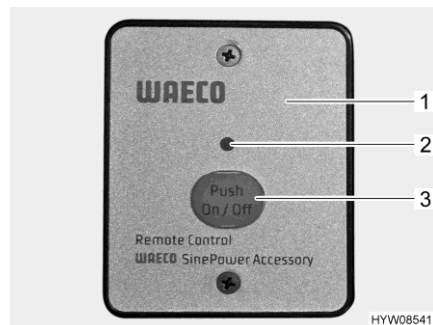

Bild 104 Extern brytare (växelriktare)
Den externa brytaren (Bild 104,1) är inbyggd i ett väggskåp på vänster sida.
- Tryck ner knappen "On/Off" (Bild 104,3). Lysdioden (Bild 104,2) lyser.
- Tryck ner knappen "On/Off" (Bild 104,3). Lysdioden (Bild 104,2) slocknar.